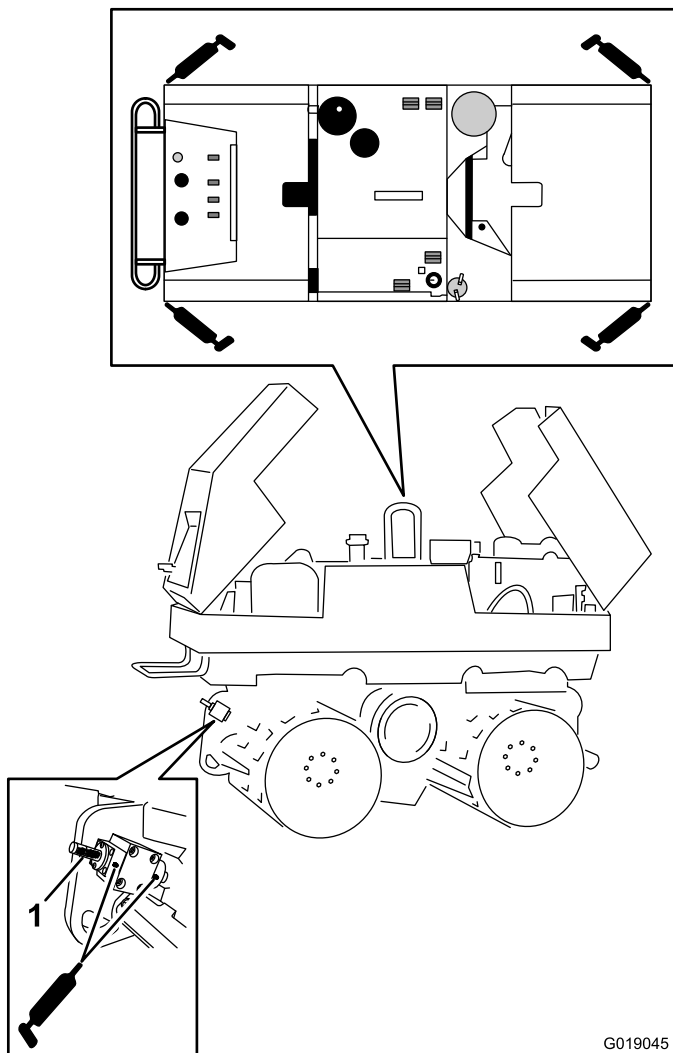

Figure 53
3. Raccordez une pompe à graisse aux graisseurs (Figure 53).